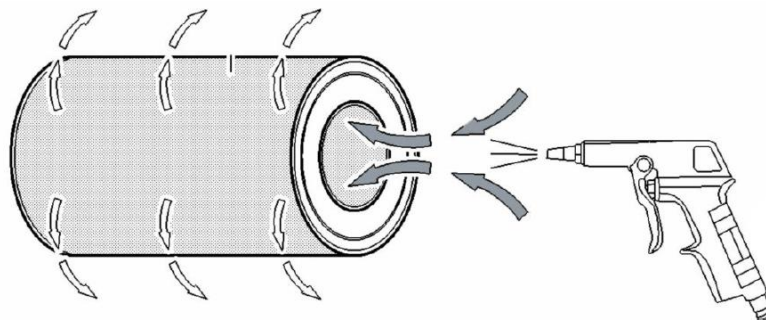

Рисунок 5.26. Направление продувки воздушного фильтра сжатым воздухом
- Осмотреть демонтированные фильтрующие элементы на предмет загрязнений и повреждений, в случае необходимости продуть сжатым воздухом или заменить. Продувку осуществлять в направлении противоположном потоку воздуха, поступающего в двигатель, см. рис. 5.26.